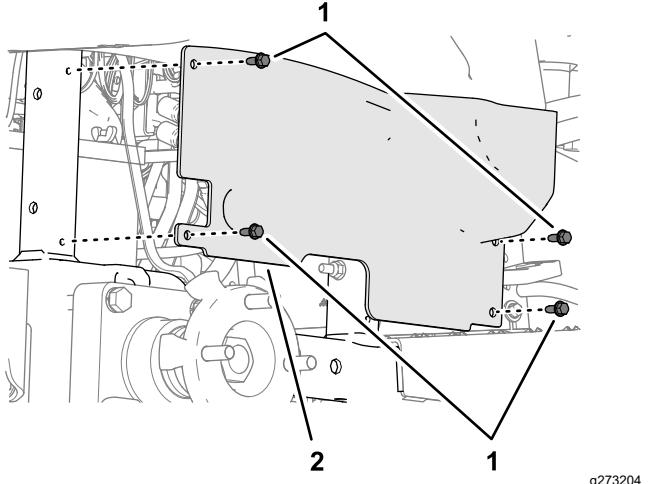

Figura 31
3. Retire los 4 tornillos de caperuza con arandela prensada ($\frac{1}{4}$ " x $\frac{5}{8}$ ") que sujetan la cubierta de la rueda al bastidor de la máquina (Figura 31).
6. Alinee los taladros en la cubierta de la rueda con el bastidor de la máquina (Figura 31) y fije la cubierta al bastidor con los 4 tornillos de caperuza con arandela prensada ($\frac{1}{4}$ " x $\frac{5}{8}$ ") que retiró en el paso 3.